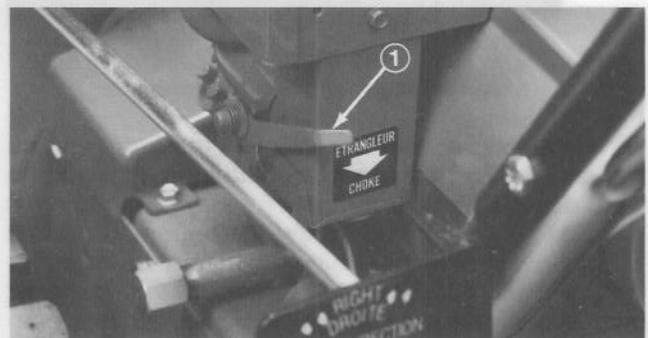

Figure 25
Étrangleur (Fig. 25) — L'étrangleur est du côté gauche du moteur. Enfoncez à fond la manette (FULL CHOKE) pour faire démarrer le moteur froid. Quand le moteur s'est réchauffé, ramenez la manette à la position la plus haute
4. Enfoncez à fond l'étrangleur (Fig. 25).